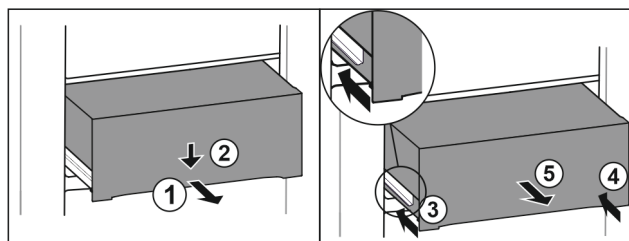

Fig. 114
- ▶ Tirer le tiroir jusqu'à mi-chemin. Fig. 114 (1)
- ▶ Appuyer sur l'avant du tiroir vers le bas. Fig. 114 (2)
- ▶ Insérer le rail gauche d'env. 2 cm. Fig. 114 (3)
- ▶ Insérer le rail droit d'env. 2 cm. Fig. 114 (4)
- ▶ Retirer le tiroir par l'avant. Fig. 114 (5)